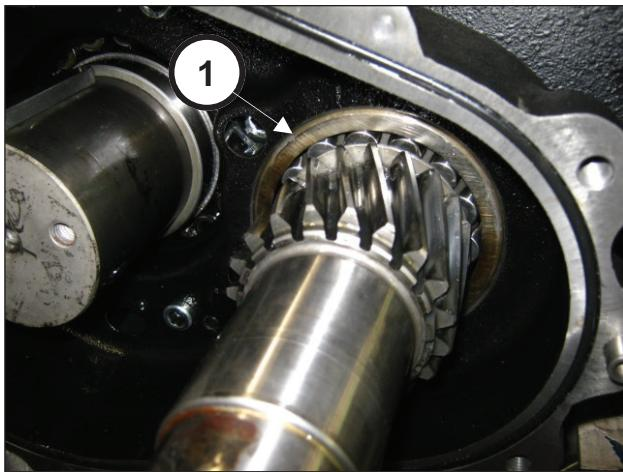

Fig. 65
Introducir el cojinete a fondo (pos. ①, Fig. 65)